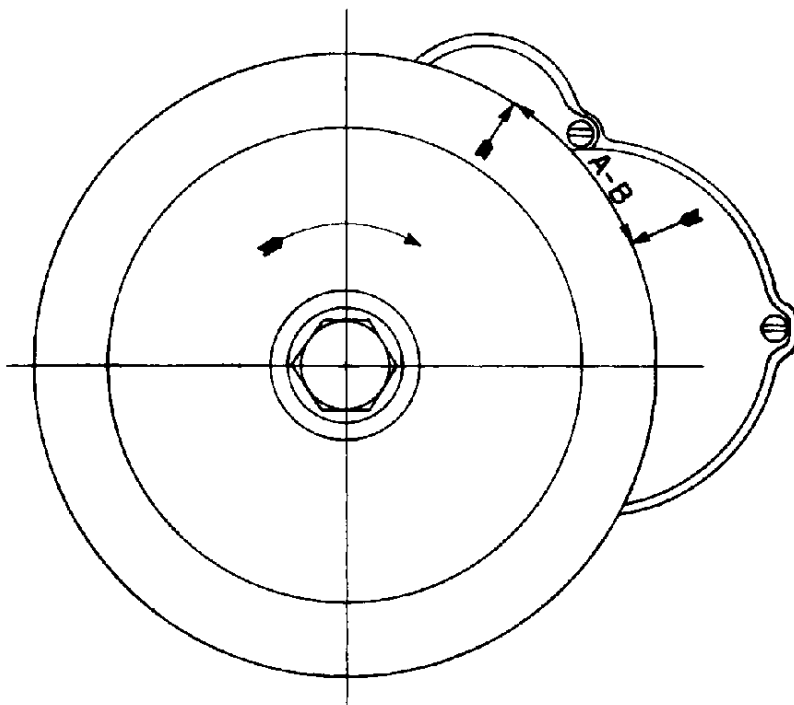

Fig. 5
N.B. - Le suddette misure devono essere prese sulla periferia del volano (vedere fig. 5 A).
N.B. - La suddetta misura deve essere presa sulla periferia del volano (vedere fig. 5 B).